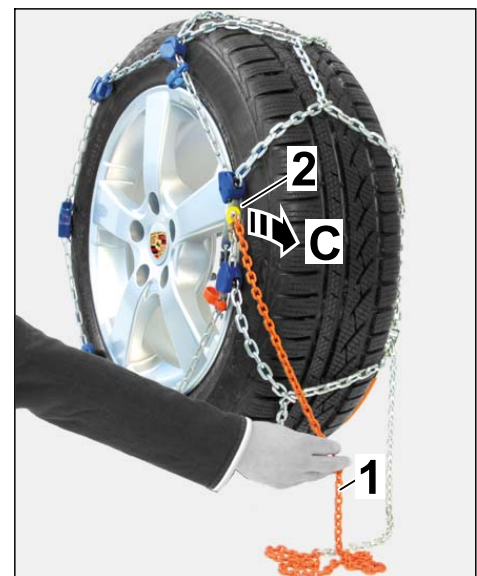

Figura 17
3.3.4 Desenganchar el eslabón de la placa de cierre y tirar de la cadena tensora a través de la placa de cierre ( $\Rightarrow$  Figura 17 -C-).